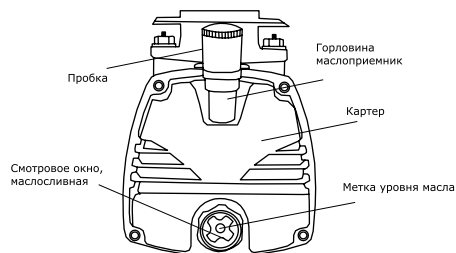

Рис. 9
- отверните пробку маслоприемника и залейте масло в горловину картера контролируя уровень по метке смотрового окна (рис. 9);